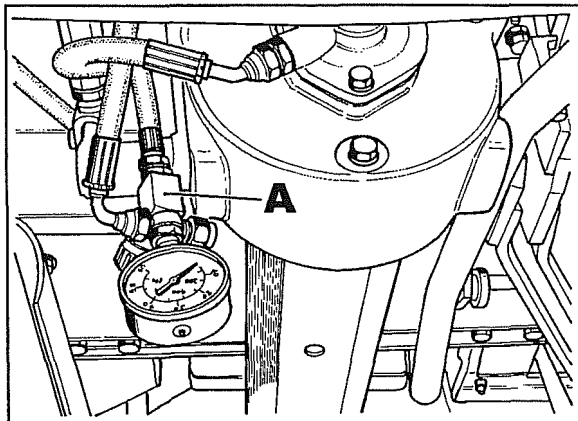
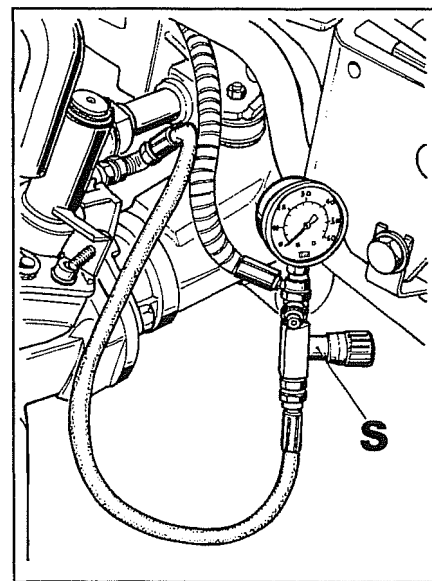

Fig. 13
Fig. 19
22 Identificare l'elettrovalvola doppia trazione, collegata al tubo su cui è stato montato il manometro di fig. 13.
- 26 Montare lo stesso attrezzo di fig. 13 sul tubo di mandata dall'elettrovalvola alle masse frenanti come illustrato in fig. 19, ricordando di chiudere il rubinetto **S** per escludere il circuito che dal manometro andrebbe alle masse frenanti.
29 Se invece effettuata l'operazione 27, la pressione dovesse rilevarsi esatta ovvero sui 40 bar, procedere nella ricerca del guasto aprendo il rubinetto **S** fig. 19.